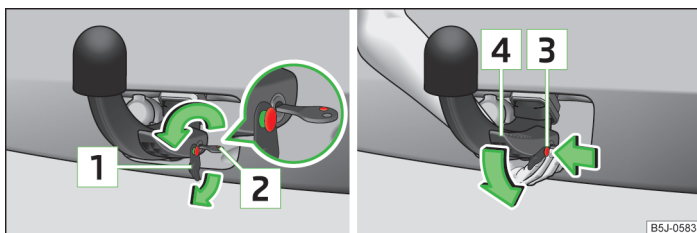

Fig. 106 Sbloccare la leva di comando della testa sferica/ Allentare la testa sferica
- Estrarre il coperchio  » fig. 106 dalla serratura della testa sferica girando nella direzione indicata dalla freccia.